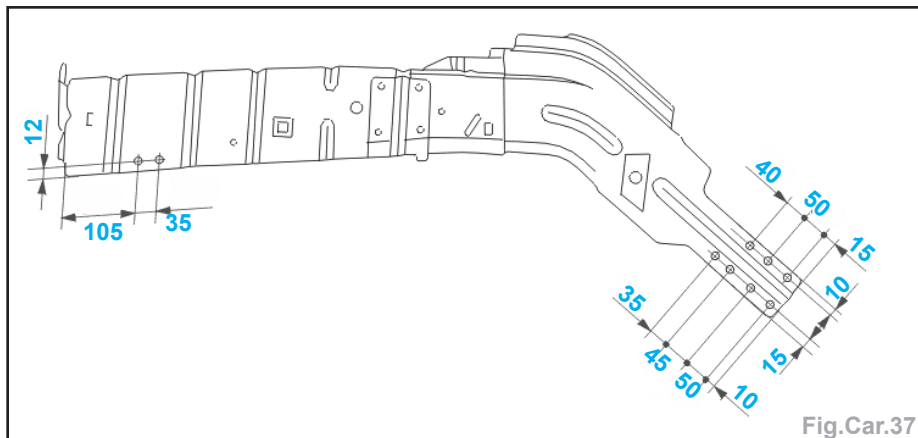

Fig.Car.37
- Tracer puis percer au $\varnothing 8 \text{ mm}$ pour soudage ultérieur par points bouchons (Fig.Car.37).